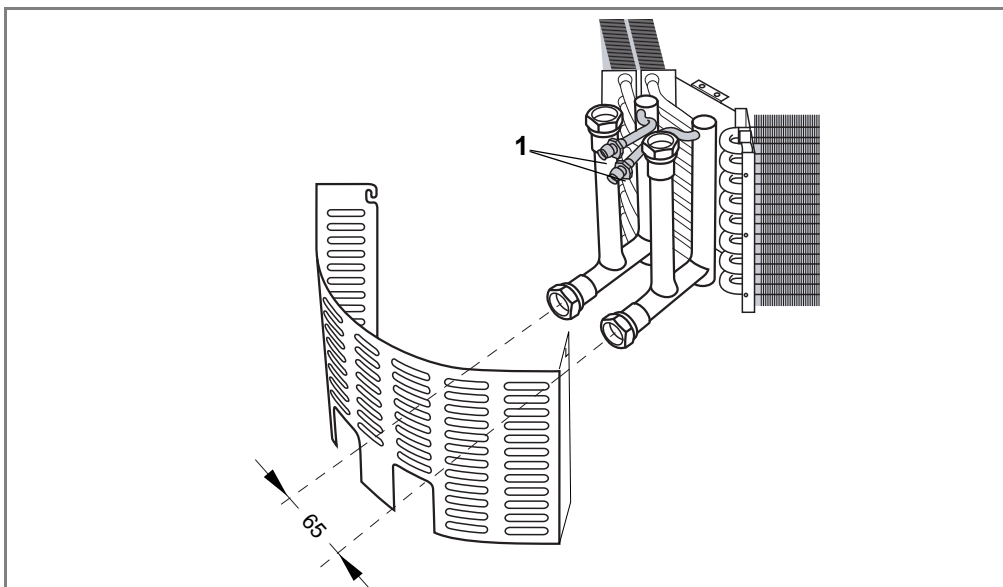

Fig. 7-2: Purge de l'échangeur de chaleur
- A l'aide d'une clé de purge, ouvrez la première vis de purge (voir Fig. 7-2).